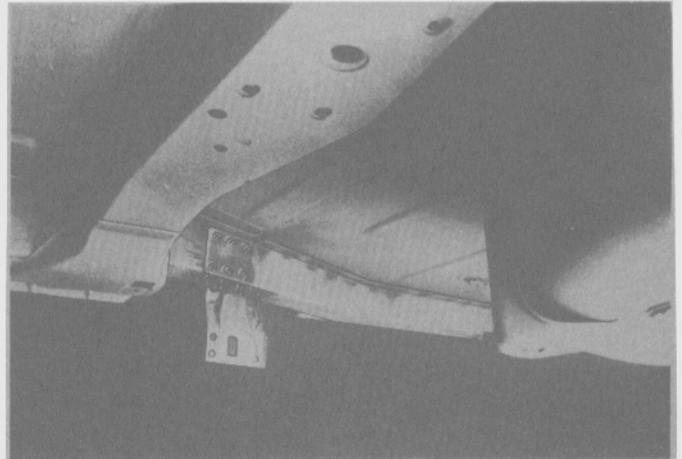

Fig. 317
- Soldar la prolongación, por pudelado en su unión con el larguero y con el piso del baúl (Fig. 317).